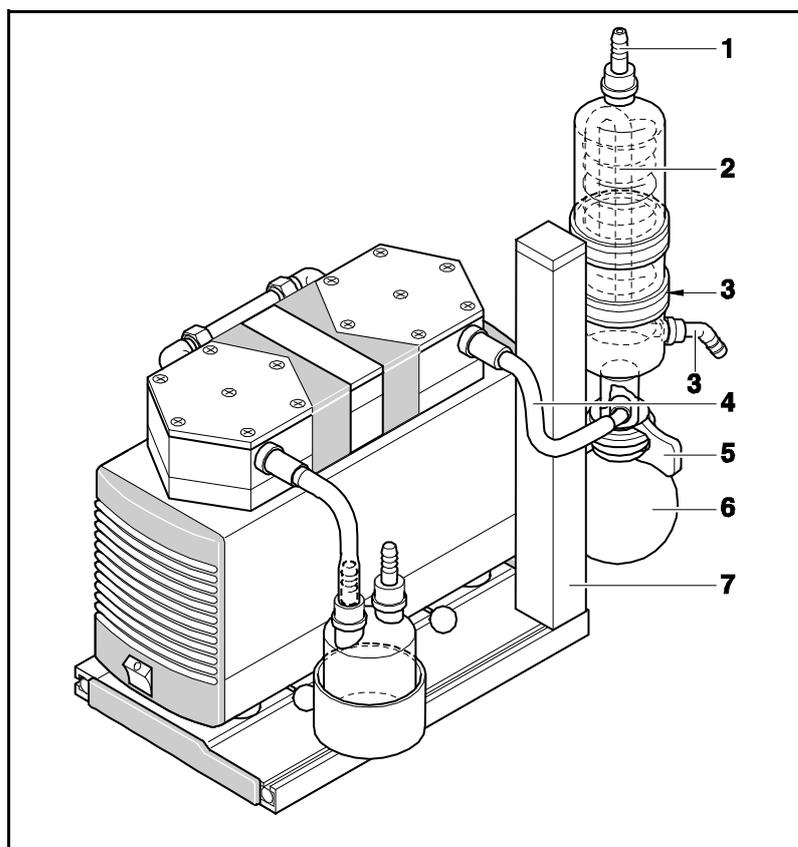

Fig. 7: condensatore ad alto rendimento (in figura: il sistema LABOPORT SH con, a titolo esemplificativo, la pompa N 840.3 FT.18)
1. Inserire lo stativo di fissaggio del condensatore ad alto rendimento (v. fig. 7/7) nella guida scanalata del basamento rivolta verso l'alto.